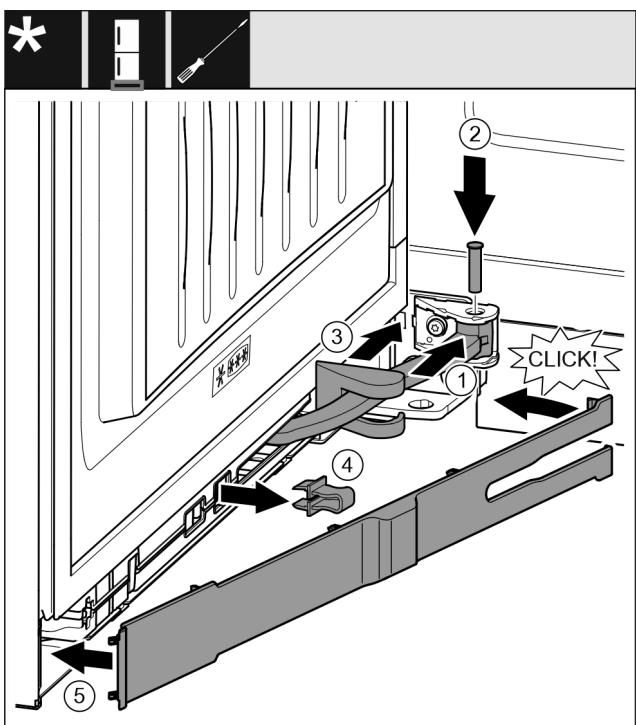

Fig. 47
- ▶ Завъртете шарнира в окачването. Fig. 47 (1)
- ▶ С отвертка T15 поставете болта в окачването и шарнира. При това обърнете внимание на това, фиксиращата гърбица да е легнала правилно в жлеба. Fig. 47 (2)
- ▶ Избутайте капака на лагерната стойка по продължение на шарнира и го монтирайте над окачването. Fig. 47 (3)
- ▶ Свалете предпазителя. Fig. 47 (4)
- ▶ Поставете капачката от страната на дръжката и я завъртете навътре. Fig. 47 (5)